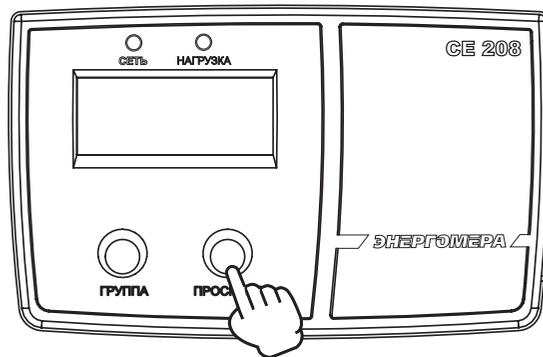

Рисунок 1
– на устройстве предусмотрены 2 кнопки (Рисунок 1). Для управления используйте кнопку «ПРОСМОТР»;